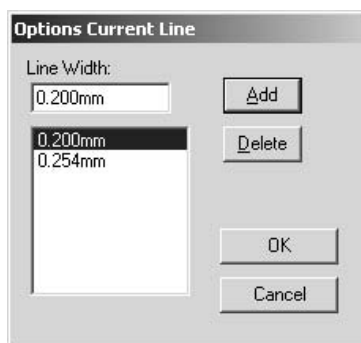

Рис. 3.3.3
4). Установить текущую линию рисования. Выполнить команды **Options/Current Line**. В открывшемся диалоговом окне **Options Current Line** в поле Line Width набрать ширину линии 0.2 мм и нажать кнопку Add (рис. 3.3.3.), а затем кнопку ОК.